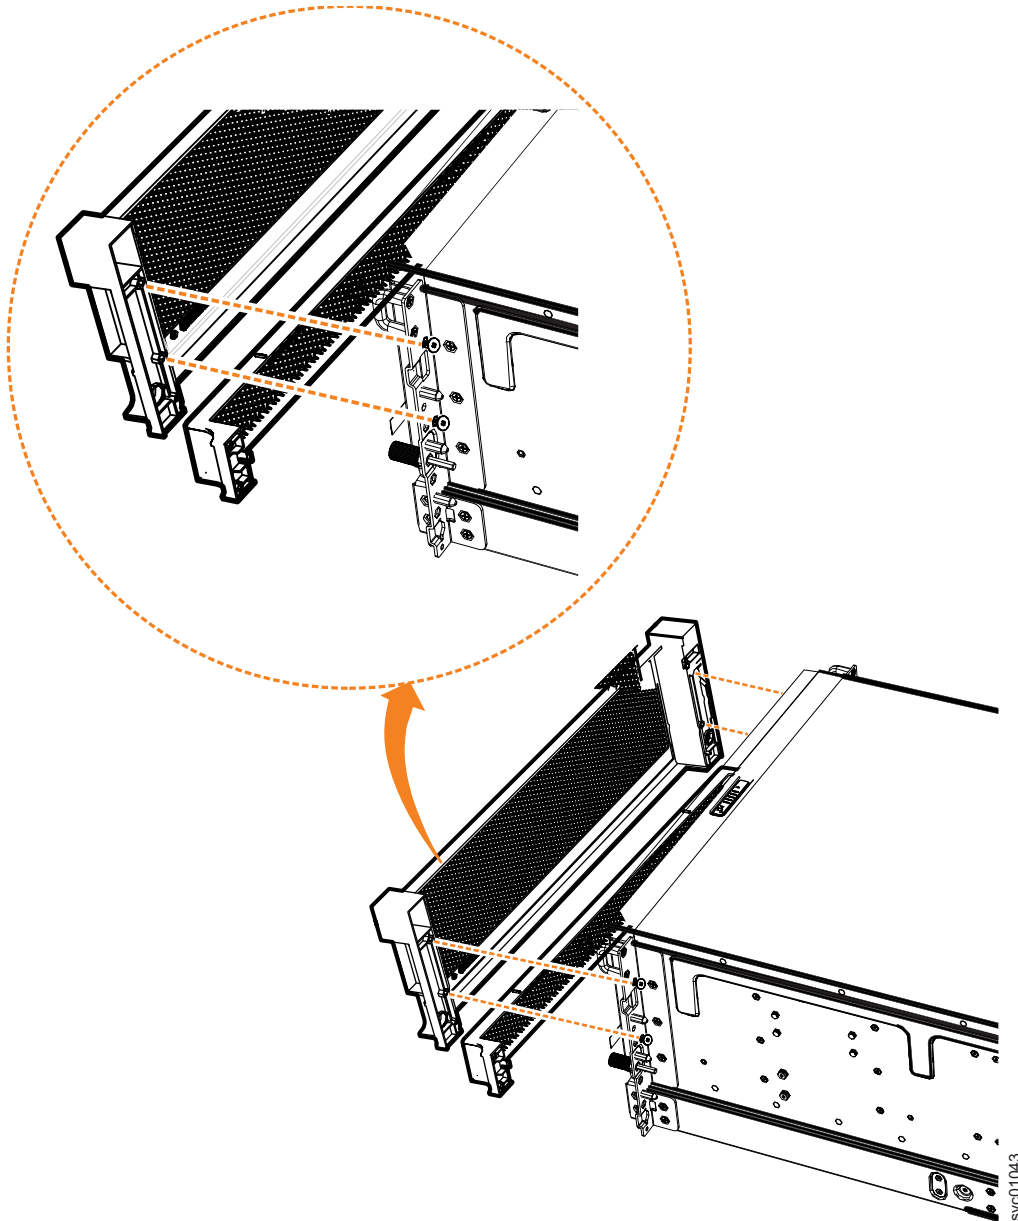

図 62. 拡張エンクロージャーの鼻隠しコンポーネントの再取り付け
2. つまみねじが両側の穴に通るように、前面 4U 鼻隠しをエンクロージャの位置に正しく合わせます。 86 ページの図 62 に示すように、このアクションにより、鼻隠しの背面のねじ穴がエンクロージャの前面フランジのねじ穴の位置に正しく合わされます。
4. 電源機構装置 (PSU) を覆う下段 1U 鼻隠しを再取り付けします。図 62 に示すように、鼻隠しをエンクロージャーの位置に正しく合わせ、シャーシの所定の位置にカチッと収まるまで慎重に押します。